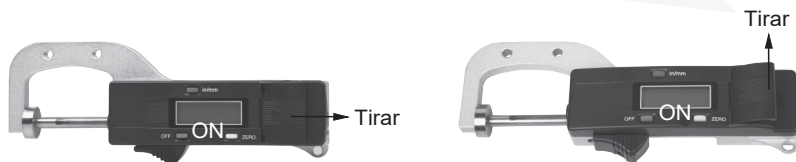

fig.1
1. Retire la tapa de la batería como se muestra en el siguiente diagrama, coloque la batería (SR44 o LR44) en el compartimento de la batería, con el lado positivo de la batería (+) hacia afuera (fig.1).